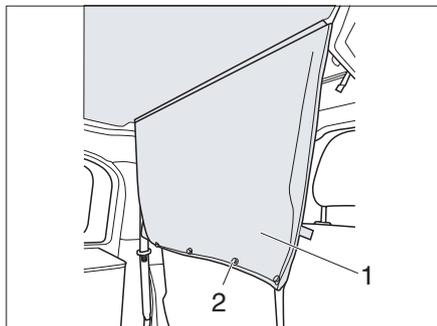

Bild 34 Durchstiegsabdeckung abrollen
- ▶ Durchstiegsabdeckung (Bild 34,1) abrollen.
- ▶ Durchstiegsabdeckung (Bild 34,1) mit Druckknöpfen schließen.